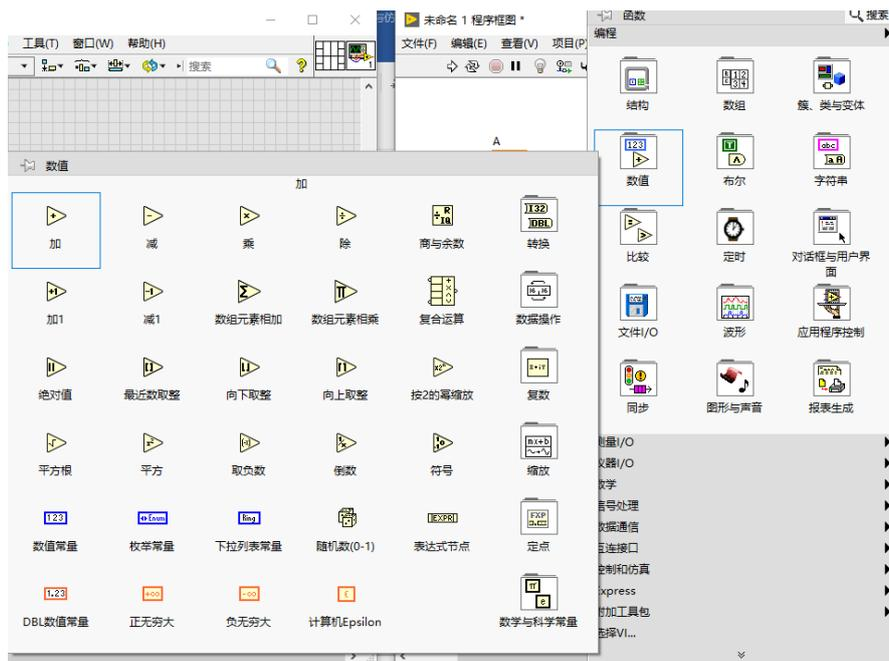

图 2-15 选择函数
4、在程序框图的空白处单击右键，打开函数选板，鼠标移至“编程”下方的“数值”上，在弹出的子选板上单击加法子 VI，如图 2-15 所示，然后移动鼠标到程序框图的合适位置，单击鼠标左键将释放悬挂到鼠标上的加法子 VI；